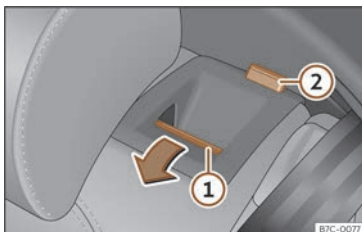

Fig. 98 Bancheta spate: rabatarea spătarului.
- Apăsăți butonul de deblocare >>> **fig. 98** ① către față și în același timp rabatați spătarul. Dacă marcajul roșu al butonului ② este vizibil, spătarul banchetei nu este fixat pe poziție.